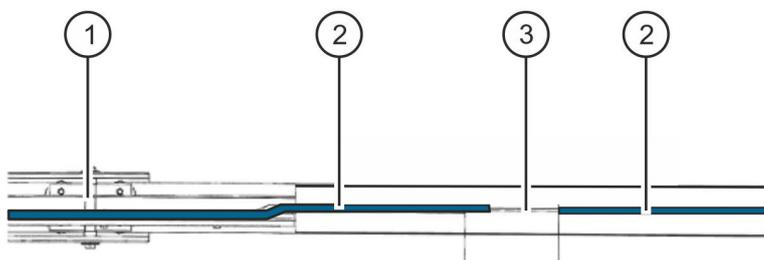

Abb. 17: Fahrdrahtlücke
1. ➔ Lücke (Abb. 17/3) zwischen den beiden Fahrdrahtenden (Abb. 17/2) an beiden Enden der TracFeed® OSS Dilatation (Abb. 17/1) messen.